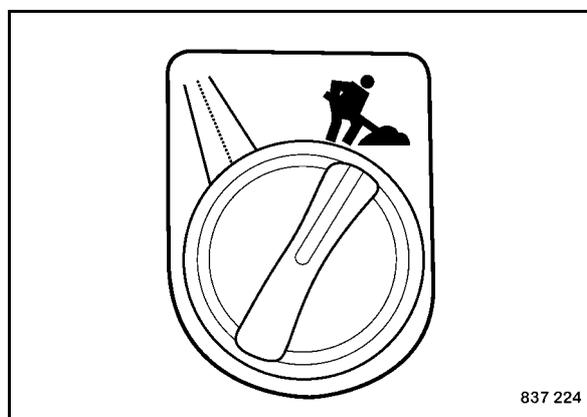

Fig. 72
- Selezionare il tipo di funzionamento "Lavoro" (Fig. 72).